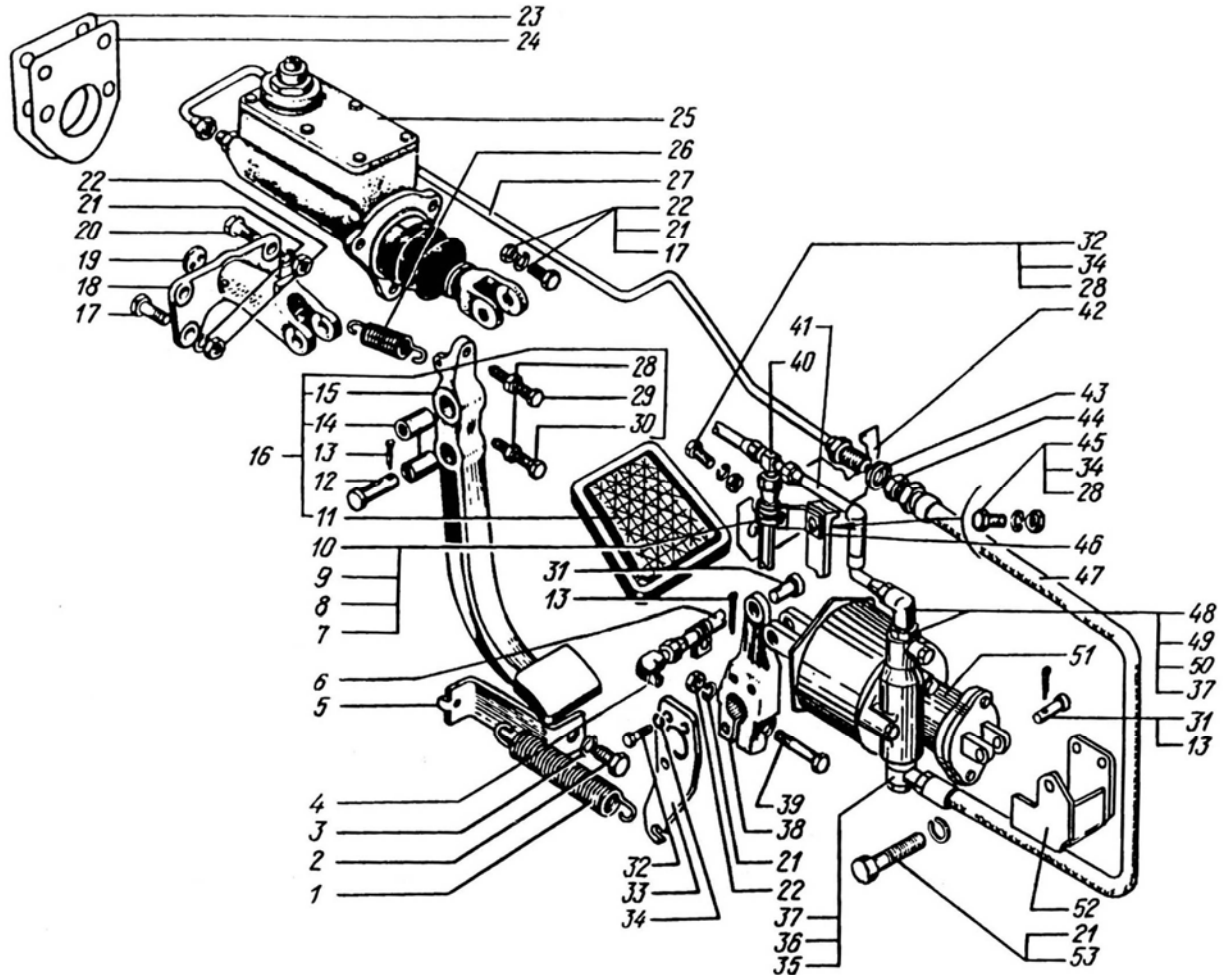

Рис.8. Привод управления сцеплением:
Привод управления сцеплением (рис.8) состоит из подвесной педали 15, главного цилиндра 25, пневмогидроусилителя (ПГУ) 51, трубопроводов 27, 41 и шлангов 47 для подачи жидкости и сжатого воздуха к ПГУ.
- 2 Отсоединить трубку 27 (рис.8) гидропривода от главного цилиндра, расшплинтовать и вынуть палец вилки толкателя, отвернуть из кабины гайки болтов, снять главный цилиндр 25.
1. Установить главный цилиндр 25 (рис.8) на щитке передка кабины, закрепить болтами с гайками и пружинными шайбами.